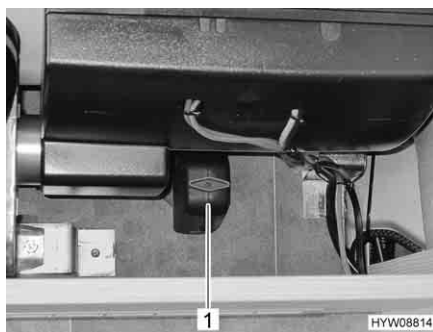

Fig. 66 Valvola di sicurezza/di scarico
- Aprire la valvola di sicurezza/di scarico (Fig. 66,1). A tal fine ruotare la manopola nel senso della lunghezza della valvola di sicurezza/di scarico.